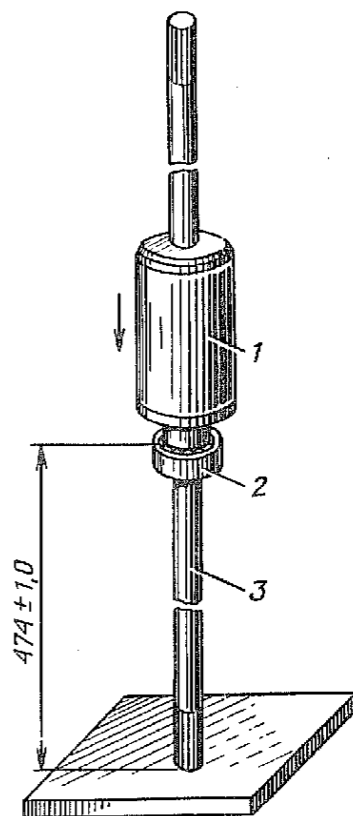
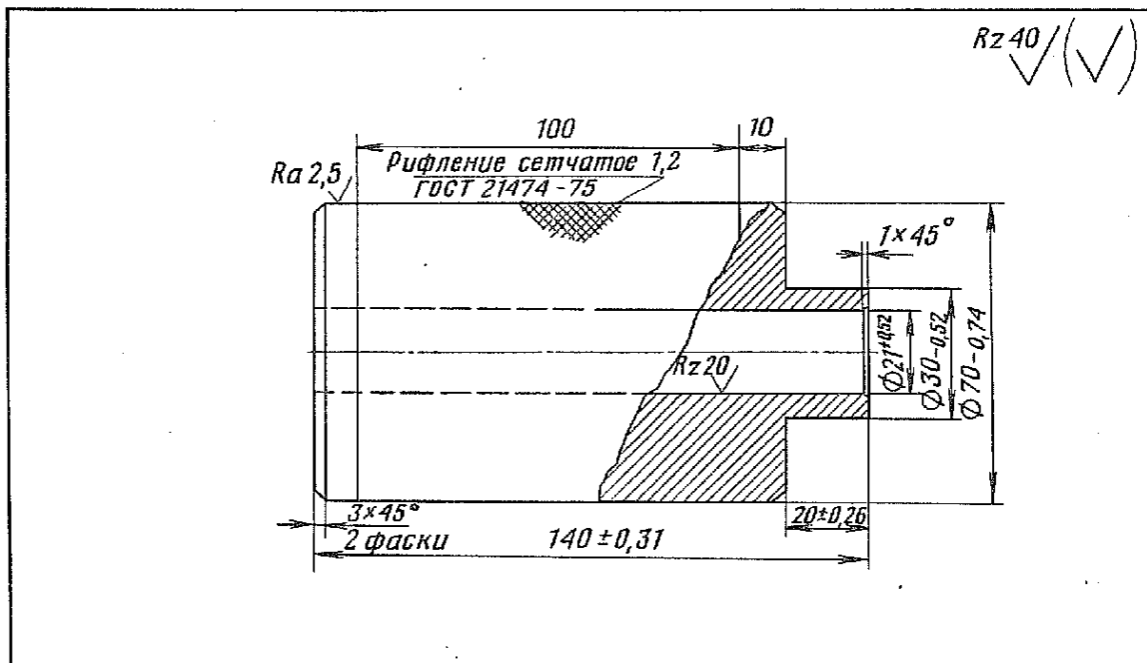

Рис. 157. Спрессовка среднего подшипника с приводного вала:
Рис. 158. Инерционный съемник среднего подшипника приводного вала
1.4. Спрессовать с приводного вала 3 (рис. 157) средний подшипник 2 (съемник инерционный, рис. 158).
3.2. Напрессовать на приводной вал 3 (рис. 157) средний подшипник 2 (съемник инерционный).